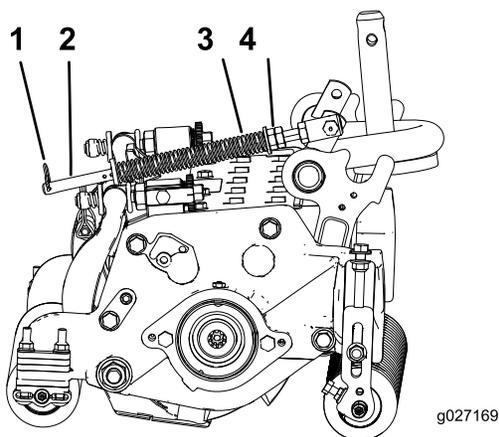

Figura 14
1. Verificate che la coppiglia sia montata nel foro posteriore dell'asta della molla (Figura 14).
- Serrate i dadi esagonali sul lato anteriore dell'asta della molla, finché la lunghezza compressa della molla non è di 15,9 cm (Figura 14).